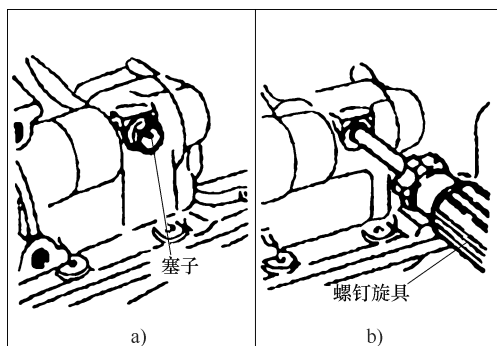
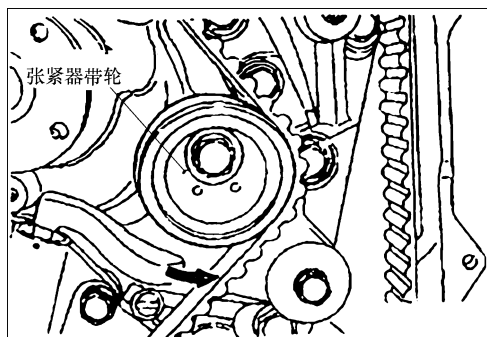

图 2-42 检查正时标记是否对齐
图 2-43 抬起张紧器带轮
⑤ 如图 2-42 所示，从气缸体上拆卸塞子，然后将十字槽螺钉旋具（直径 8mm）插入孔中。若能插入 60mm 以上，这表示正时标记对齐，若不能插入 20~25mm 以上，应将油泵带轮转一圈，然后对齐正时标记。再度检查螺钉旋具能否插进 60mm 以上。将螺钉旋具保持在插入位置上，直到带安装结束。
⑥ 将正时齿带依次连接到曲轴带轮、中间带轮、凸轮轴带轮以及张紧带轮上。
⑦ 如图 2-43 所示，向箭头方向抬起张紧器带轮，然后拧紧中心螺栓。